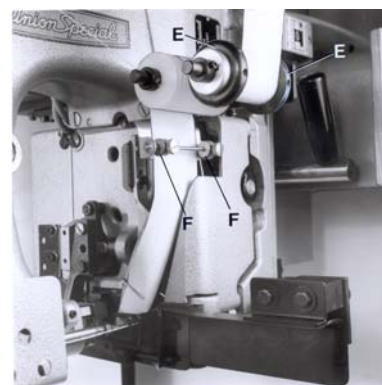

Fig. 24A
Assemble the guide rollers for the adhesive tape and the bag guide rail as shown on page 52. Set the collars (E, Fig. 24A) on the front guide roller and the collars (F) on the folder to the width of the used adhesive tape. Insert the adhesive tape as shown in Fig. 24A.
Monte los rodillos de guía para la cinta adhesiva y el riel de guía para los sacos como se ve en pagina 52. Ajuste los anillos (E, Fig. 24A) en el rodillo de guía frontal y los anillos (F) en el dobladillador al ancho de la cinta adhesiva que esta utilizando. Inserte la cinta adhesiva como se ve en Fig. 24A.